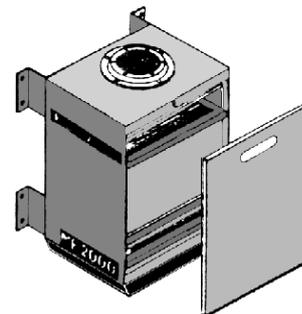

Рисунок 8.2
- 8.2. Ослабьте прижим фильтрующей кассеты и извлеките ее, затем предварительный фильтр и угольный фильтр (там, где он устанавливается) (см. рис. 8.2.).